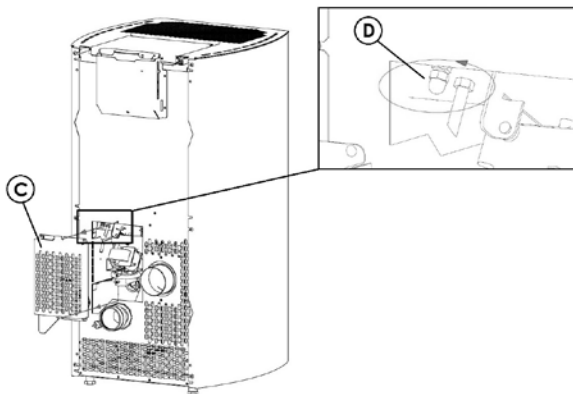

Fig. 35 - Abnehmen der Inspektionsabdeckung
- Inspektionsabdeckung "C" auf der Rückseite des Ofens abbauen (siehe **Fig. 35**).